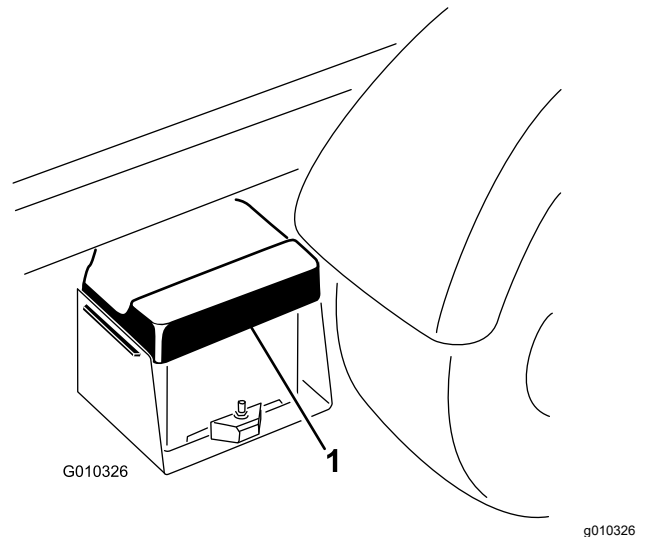

Bild 3
- A. Drücken Sie die Akkuabdeckung zusammen, um die Laschen aus dem Unterteil zu lösen (Bild 3).
- B. Nehmen Sie die Akkuabdeckung vom Unterteil ab (Bild 3).